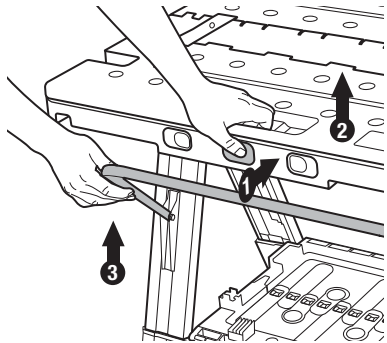

Figura 4
5. Levante cada lado del tablero con una mano, presione el botón hacia adentro y, con la otra mano, levante las barras de soporte y encájelas en la ranura que está debajo del tablero. Luego, suelte el botón para que la barra de soporte quede fijada y el tablero se mantenga estable. (Figura 4)